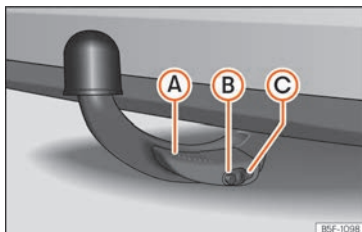

Fig. 270 Boule amovible fixée correctement
- Le levier **(A)** » » fig. 270 est totalement relevé.
- La broche de déverrouillage **(B)** » » fig. 270 ressort complètement (sa partie rouge et verte est visible).
- Le cache **(C)** » » fig. 270 est mis en place sur la serrure.